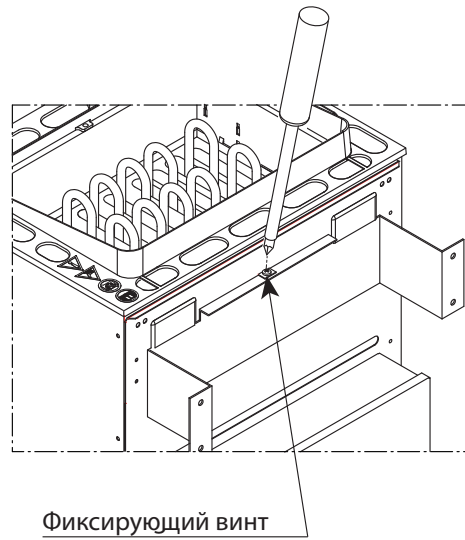

Рис.7
5. Закрепить печь, затянув шурупы на задней стене печи (рис.7).